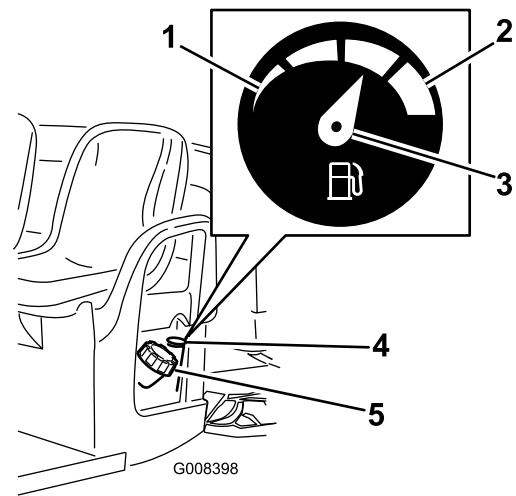

Bild 13
4. Reinigen Sie den Bereich um den Tankdeckel (Bild 13).